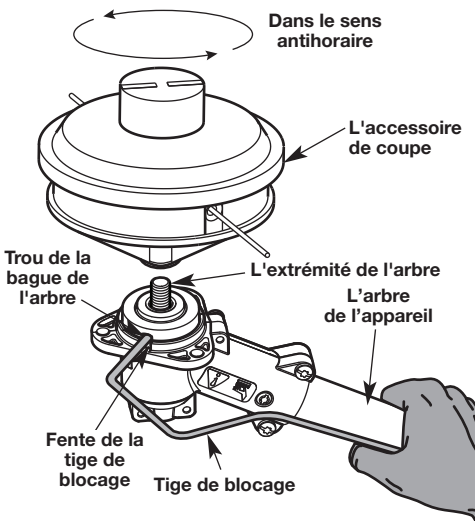

Fig. 15
- Placer l'accessoire de la tête de coupe tel qu'illustré (fig. 15). Alignez le trou de la bague du corps de l'arbre avec l'encoche de la tige de verrouillage. Insérez la tige de verrouillage dans le trou de la bague du corps de l'arbre.
- Gardez la tige de verrouillage en place en la saisissant près du corps de l'arbre de l'appareil (Fig. 15).